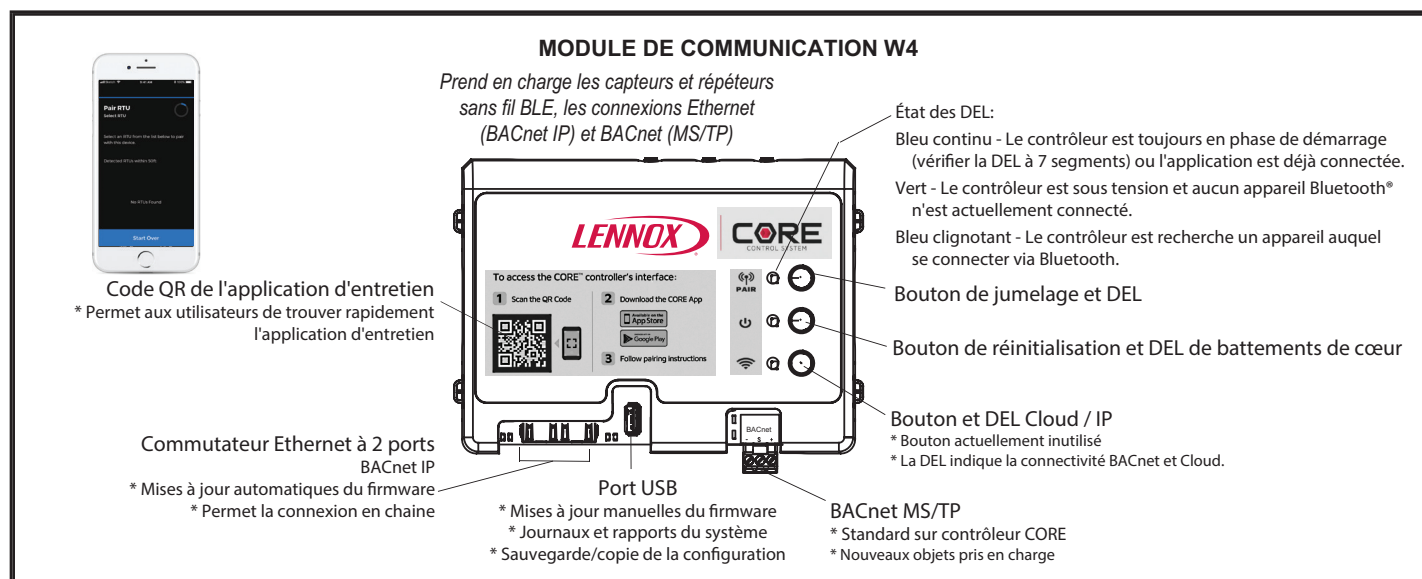

FIGURE 22
- 2 - Appuyez sur le bouton de jumelage et le maintenir enfoncé pendant 5 secondes. Reportez-vous à la FIGURE 22.